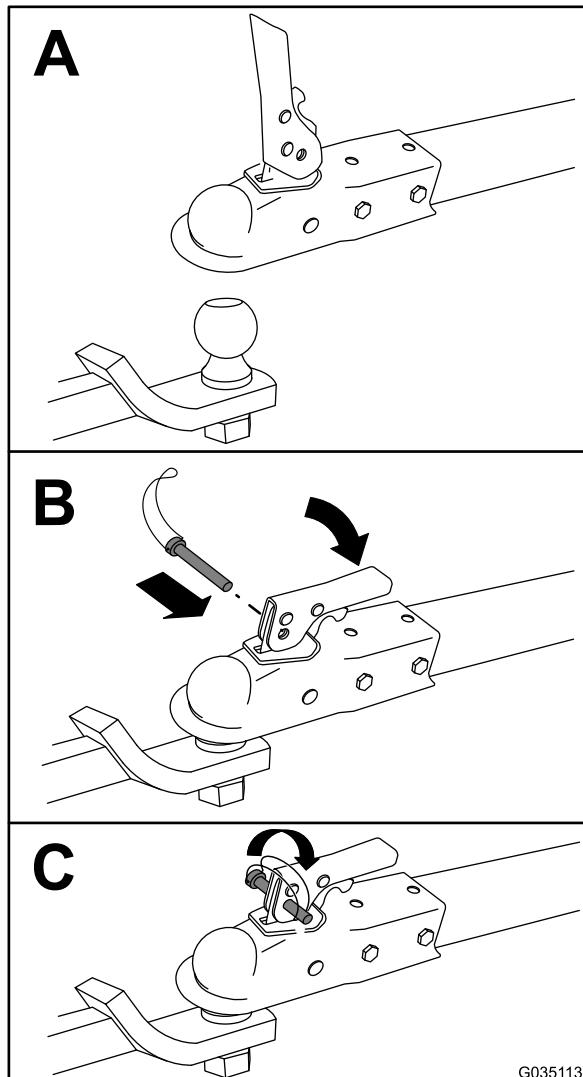

Figure 14
3. Atteliez la machine comme montré à la Figure 14.